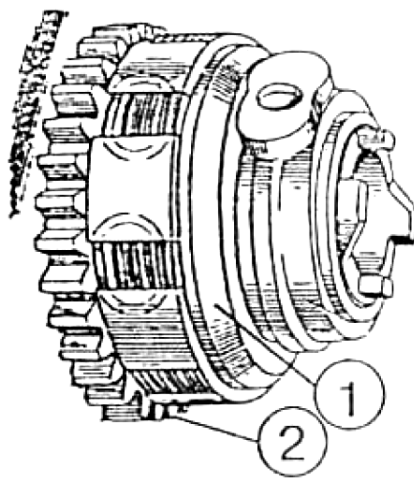

Рисунок 5.54
4.4) выньте из корпуса КП гидropоджимную муфту (1) (рисунок 5.54), в сборе, с шестерней (2);